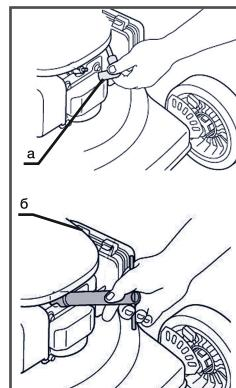

рис. 13
- Отсоедините кабель свечи (рис.13а)
ключа (рис.13б).